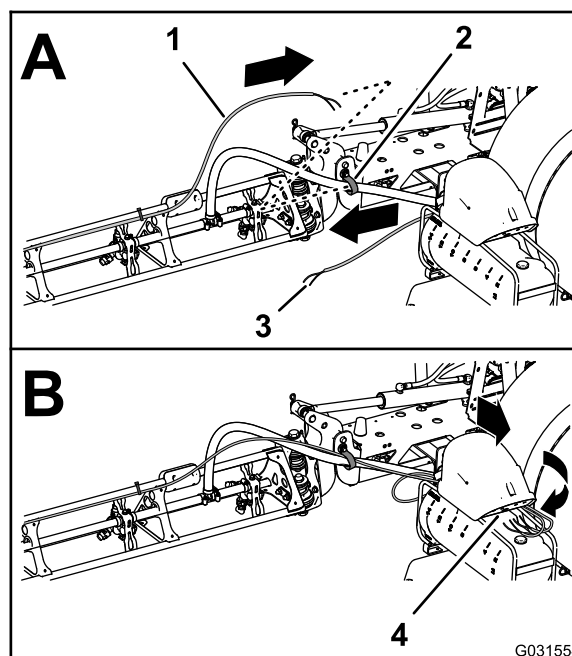

Figure 212
1. Acheminez vers l'intérieur les tubes des buses de mousse sur la section de rampe gauche et droite et passez-les dans le collier en R près du point de pivotement de la section de rampe (Figure 212).
2. Acheminez les tubes vers l'avant, le long du côté intérieur du compresseur du réservoir (Figure 212).